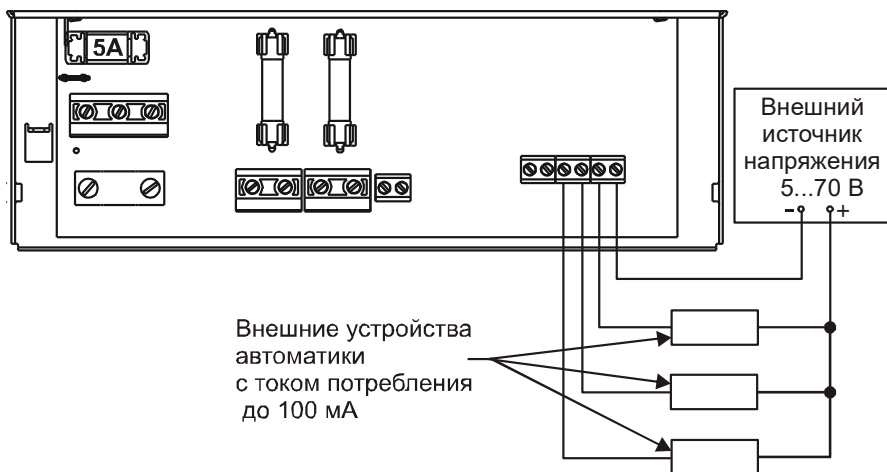
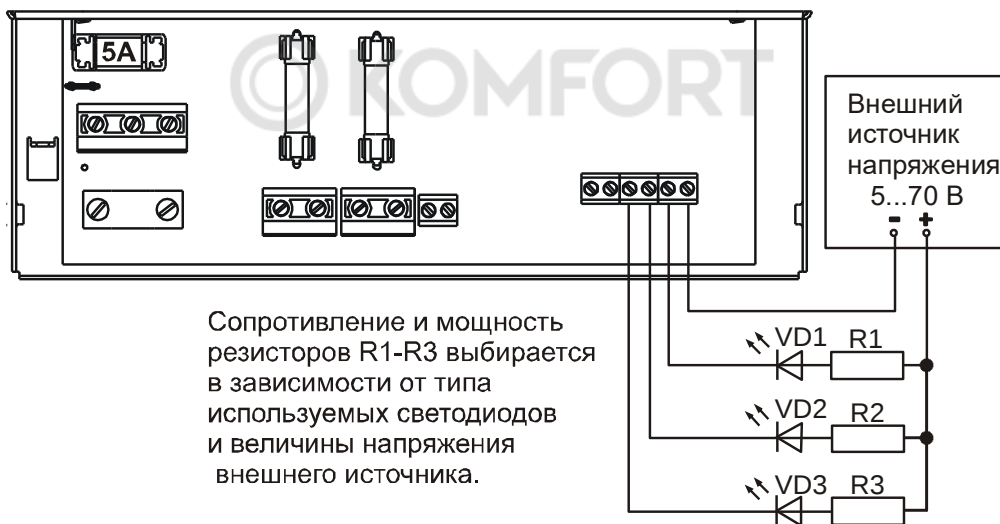

Рисунок 4
Рисунок 5
- ♦ Подключите, при необходимости, внешние устройства автоматики рисунок 4 (или внешние цепи индикации рисунок 5) к выходам типа открытый коллектор «Выход ОК 1», «Выход ОК 2» и «Выход ОК 3».